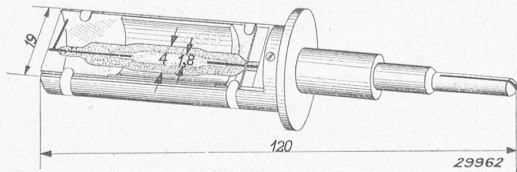

Abb. 2. Lampe.
1. **2 Ueberhochdruck-Quecksilberdampf-Lampen** (Abbildung 2). Dies sind Quarzröhrchen mit Außenmaßen von ca. 50 mm Länge und 4 mm \varnothing , Innenmaßen von ca. 12 mm Länge und 1,8 mm \varnothing , die mit etwas Edelgas und einem Tropfen Quecksilber gefüllt und an den Enden mit eingeschmolzenen Elektroden versehen sind. Wird die entsprechende Spannung angelegt, so entsteht eine leuchtende Säule großer Helligkeit. Die Betriebsspannung beträgt 500 Volt, die Stromstärke 2 Amp. Gleichstrom.